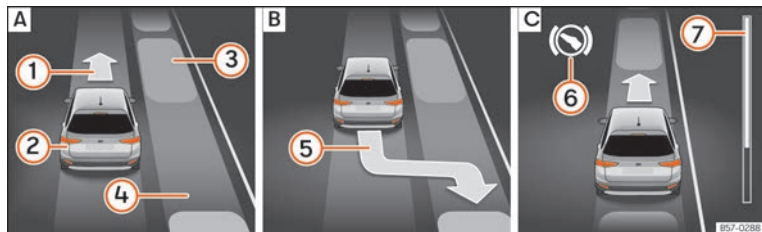
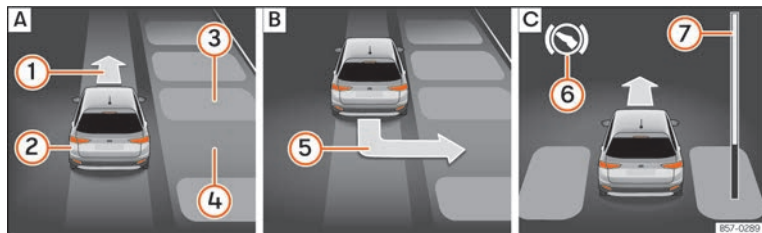

Fig. 250 En la pantalla del cuadro de instrumentos: aparcarse en línea. [A] Buscar un hueco de aparcamiento. [B] Posición para aparcar. [C] Maniobrar.
Fig. 251 En la pantalla del cuadro de instrumentos: aparcarse en batería. [A] Buscar un hueco de aparcamiento. [B] Posición para aparcar. [C] Maniobrar.
Legenda de la **fig. 250** y **fig. 251**:
La barra de progreso **»» fig. 250 ⑦** y **»» fig. 251 ⑦** muestra simbólicamente en la pantalla del cuadro de instrumentos la distancia relativa que aún queda por recorrer. Cuanto mayor es la distancia, más llena está la barra de progreso. Al circular marcha adelante, el contenido de la barra de progreso disminuye hacia arriba, y
2.	Mire en la visualización de la pantalla del cuadro de instrumentos si se ha detectado el hueco como "apropiado" y si ha alcanzado la posición correcta para aparcar »» fig. 250 [B] o »» fig. 251 [B].
6.	O BIEN: retroceda hasta que en la pantalla del cuadro de instrumentos aparezca la indicación de dar marcha adelante »» fig. 250 [C] o »» fig. 251 [C].
El sistema de aparcamiento asistido dirige el vehículo marcha adelante y marcha atrás hasta centrarlo en el hueco »» fig. 250 [C] o »» fig. 251 [C].